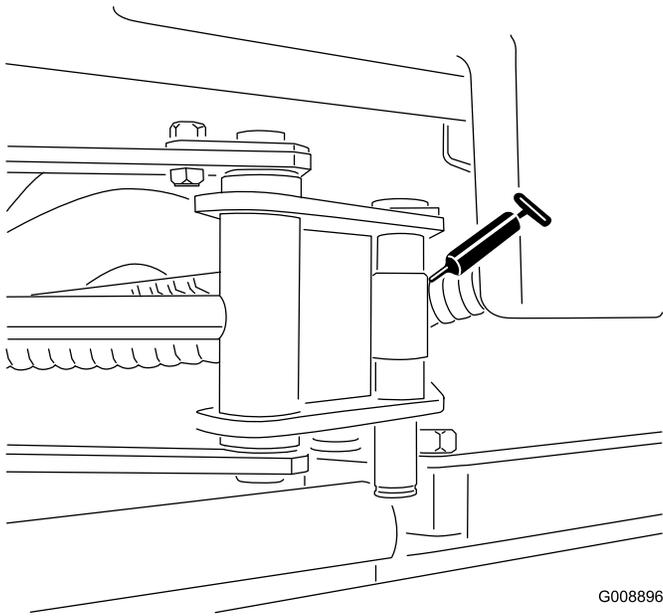

Figura 61
- Extremos de los cilindros Sidewinder (2 engrasadores; Modelo 03171 solamente – Figura 61)